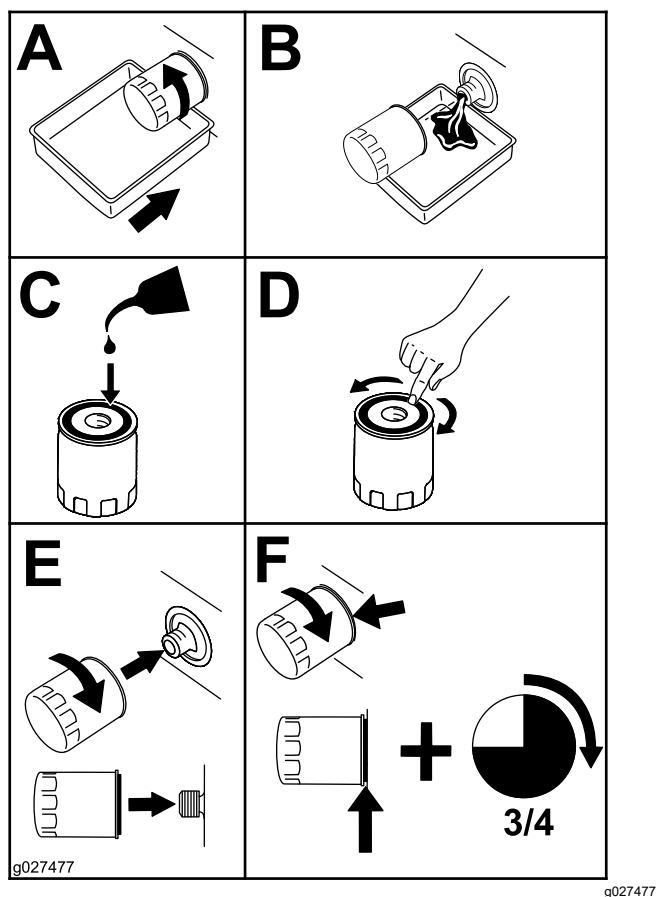

Figure 100
6. Remplacez le filtre à huile moteur comme montré à la Figure 100.